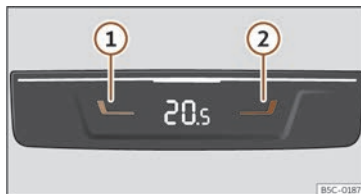

Fig. 145 A la part posterior de la consola central: comandaments per a les places del darrere.
- Premeu les tecles **1** i **2** » » **fig. 145** per ajustar la temperatura de la zona posterior.